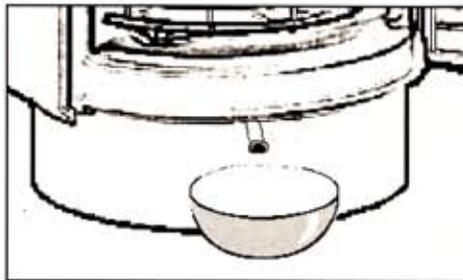

Bild 22: Verlängern des Tauwasserablaufs; Tauwasserauffanggefäß
- Ein Gefäß zum Auffangen des Tauwassers vor das Gerät auf den Fußboden unter den Tauwasserablaufschlauch (siehe Bild 22) stellen.